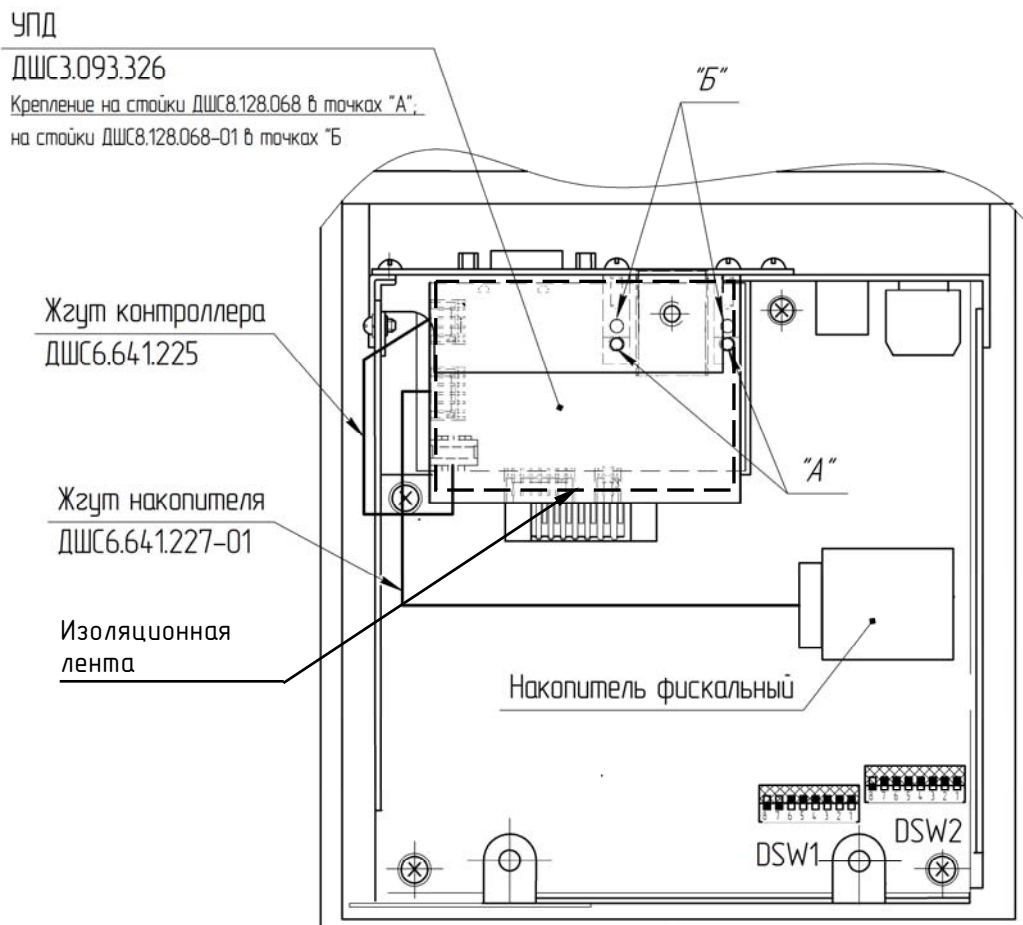

Рисунок 4.5 – Установка устройств, прокладка жгутов
- проверить наличие изоляционной ленты, установленной на УПД (см. рисунок 4.5);
- установить ФН на застёжки самоклеющиеся или на ленту двухстороннюю, и проверить подключение жгутов (см. рисунок 4.5);
- прикрутить планку винтами крепления разъема «RS-232» (см. рисунок 4.5);
- прикрутить стойки ДШС8.128.068-01 к планке винтами (см. рисунок 4.5), фиксируя УПД в отверстиях планки для разъема «LAN»;